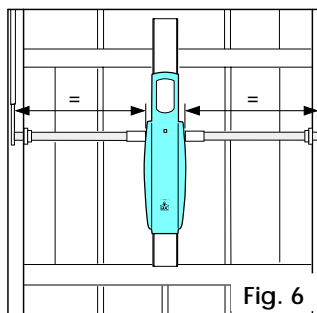
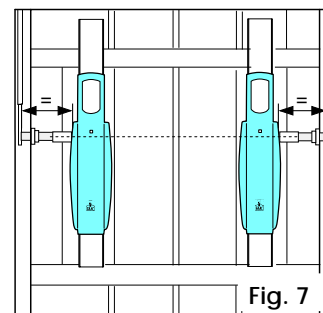

Fig. 6
Fig. 7
En respectant les dimensions indiquées dans le Tabl. 1, poser un seul opérateur (550 I) au milieu du tablier comme indiqué Fig. 6 ou bien deux opérateurs (un 550 I et un 550 Slave) sur les côtés du tablier comme indiqué Fig. 7.
5) Engager à fond les tubes de transmission dans l'arbre et les couper à la mesure indiquée Fig. 6 et 7.